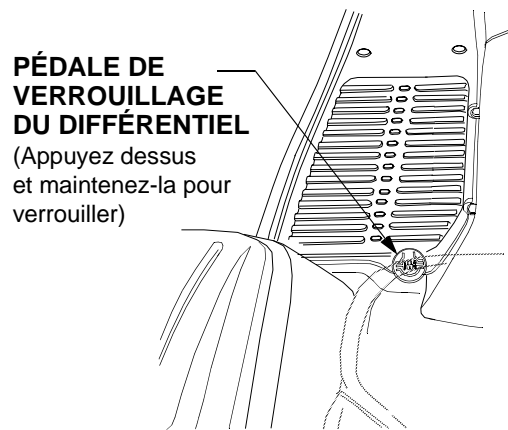

Figure 17
- Appuyez à fond sur la pédale de verrouillage du différentiel et maintenez-la en position pour que le verrouillage ait lieu. Relâchez la pédale pour déverrouiller le différentiel. Voir la Figure 17.